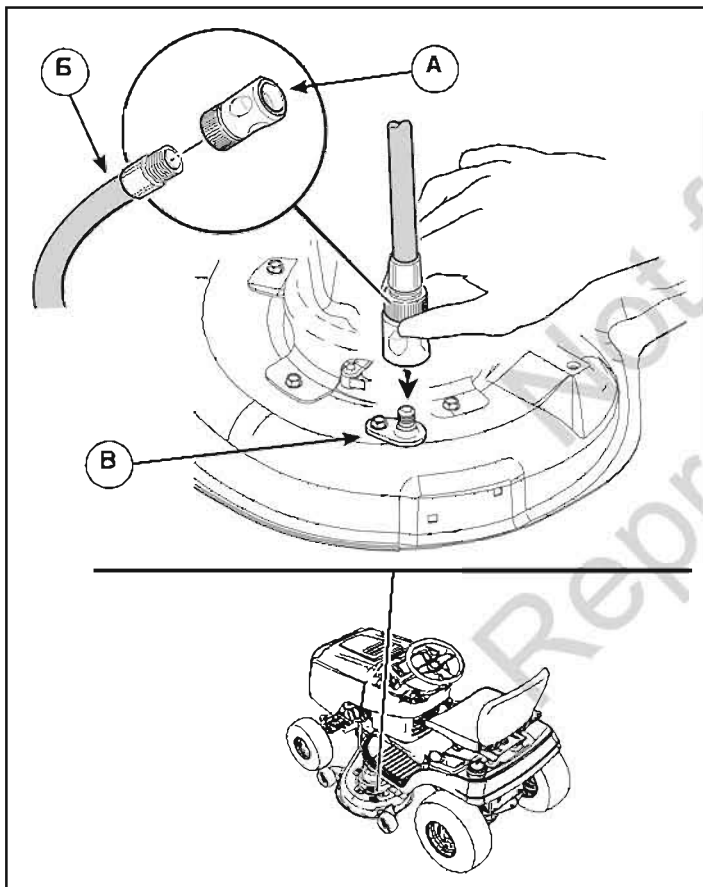

Рисунок 13
2. Закрепите быстроразъемный соединитель (А, Рис. 13) на садовом шланге (В) подсоедините к промывочному штуцеру (С) на раме косилки.